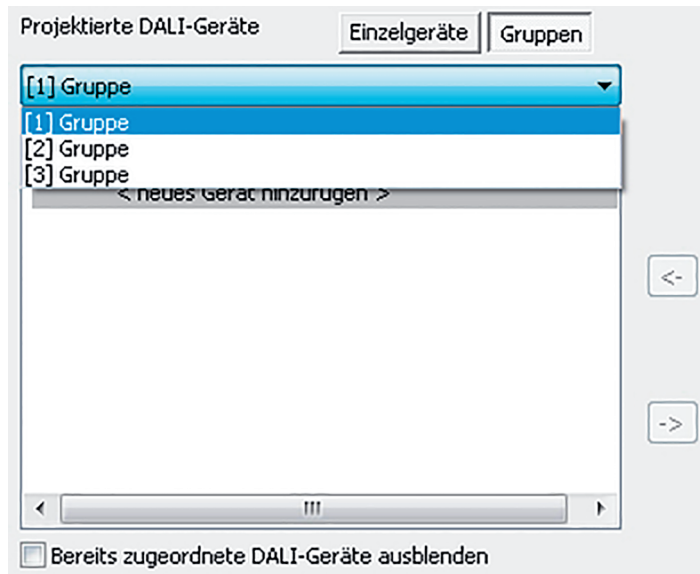

Bild 67: Gruppe auswählen
- Im linken Teilbereich der DALI-Inbetriebnahmeumgebung die erforderliche Gruppe auswählen, zu der Betriebsgeräte hinzugefügt werden sollen (Bild 67).